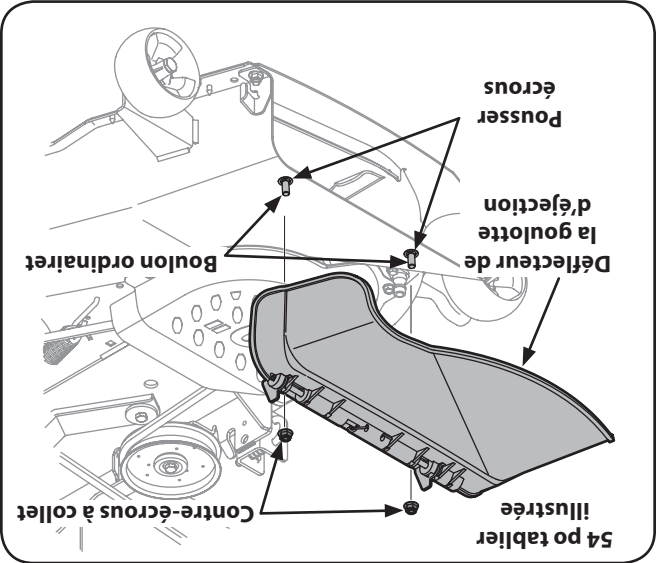

Figure 3-8
3. Installez le déflecteur de la goulotte d'éjection avec les boulons ordinaires, les écrous capuchons et les contre-écrous à collet comme à la Figure 3-8. Serrez toute la boulonnerie.